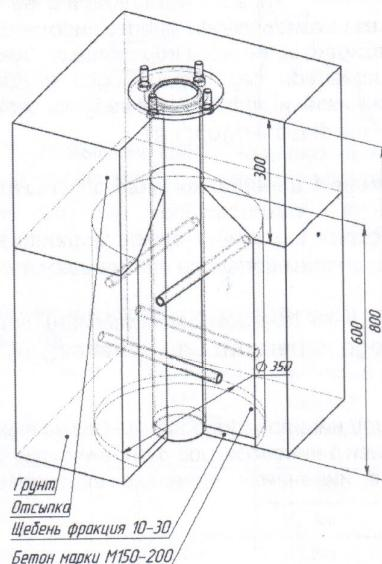

Рис.1
Забетонировать закладную деталь (3) так, чтобы фланец (выставить по уровню) находился на поверхности (рис.1).